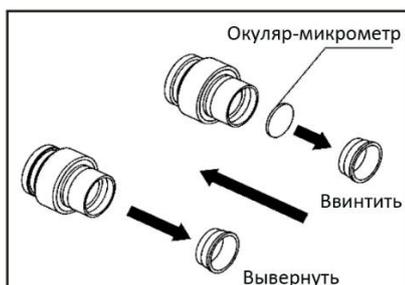

Рис. 5
- 1) Поверните и снимите крепёжное кольцо с окуляра (Рис. 5)